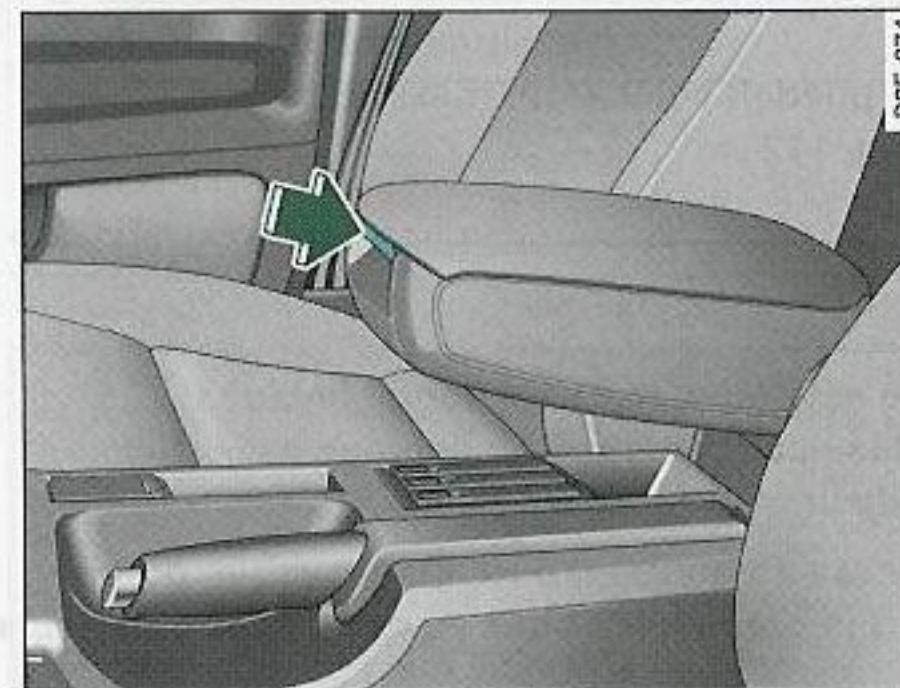

Fig. 111 Reposabrazos entre el asiento del conductor y el del acompañante
- Presione la palanca de desbloqueo ⇒ *página 123*, fig. 111.